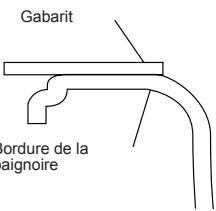

Figure 15 - position du gabarit
- Placez le gabarit de manière à ce que les lignes du montage en dessous désirées soient alignées avec le rebord comme dans l'illustration (figure 15).